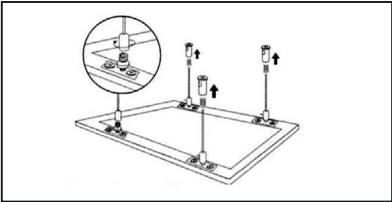
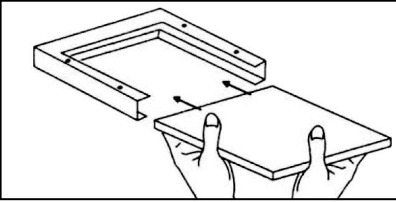

Рис. 3
Рис. 4
- 5.10 Конструкцией осветительного прибора предусматривается как подвесное (рис. 3), так и стационарное накладное с помощью каркасной рамы (рис. 4).